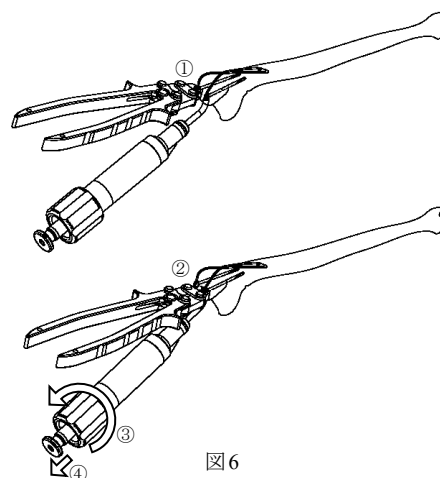

図6
- 6) ①②クリンパー1穴を使用し、クリンパーのストッパーまで確実に握り、スリーブを圧着します。必ず2本とも圧着して下さい。
③圧着後、ショートケーブルテンショナーを取り外します。ダイヤルを左回転させ、初期位置まで戻し、張力を完全に開放します。
④その後、ケーブルホルダー部のつまみを引き、ショートケーブルテンショナーを取り外します。（図6）